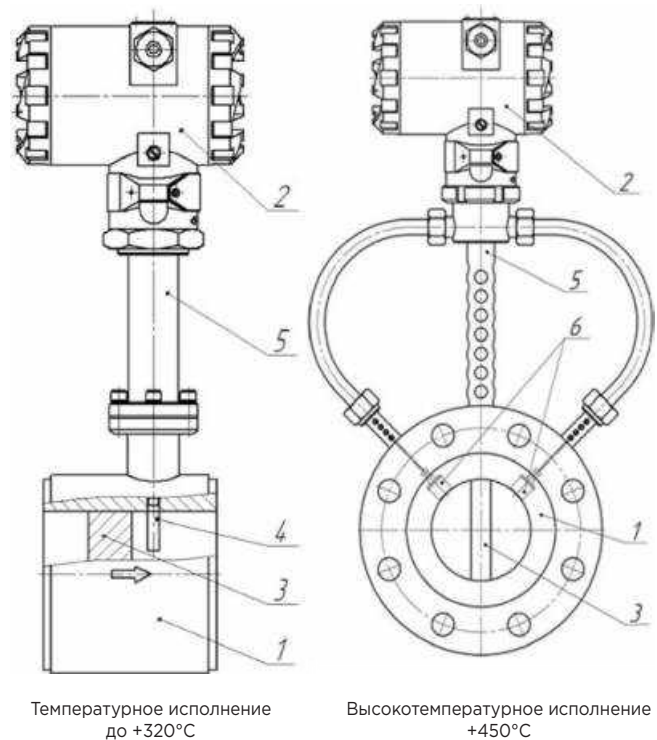

Рисунок 1. Конструкция расходомеров
Расходомер (рисунок 1) состоит из проточной части (1) и электронного блока (2). Проточная часть представляет собой полый цилиндр, в поперечном сечении которого установлено тело обтекания (3). За телом обтекания расположен чувствительный элемент (4) или (6) (сенсор). Электронный блок (2) крепится на цилиндре проточной части с помощью стойки (5). Электронные платы размещены в электронном блоке.